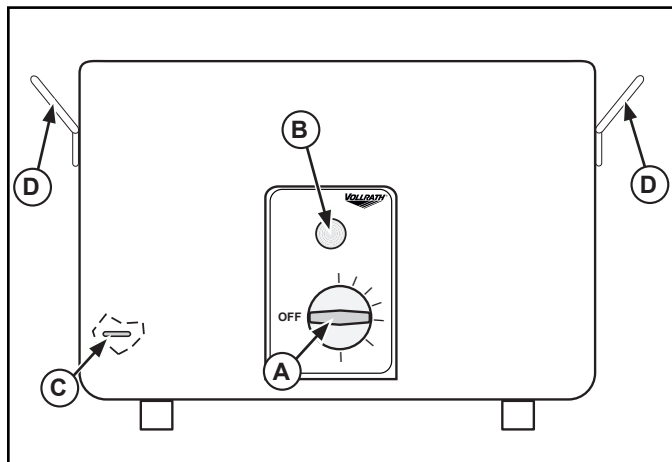

Figura 1. Caratteristiche e controlli
1. Riempire il pozzetto fino al livello corretto dell'acqua (C) utilizzando acqua corrente pulita. Il livello corretto corrisponde a circa 1,2 litri. Non riempire eccessivamente. Vedere la figura 1.